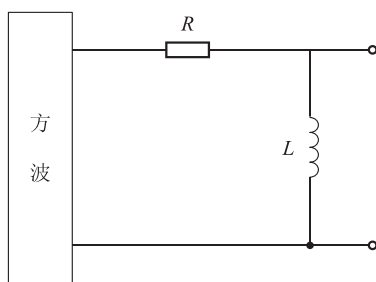

图 2.11.3
(1) 调节方波幅度值为  $2.5\text{V}$ ,调节实验板电位器电阻为  $300\Omega$ ,取  $L = 10\text{mH}$ ,如图 2.11.3 接线,观察并记录  $U_L(t)$ 。